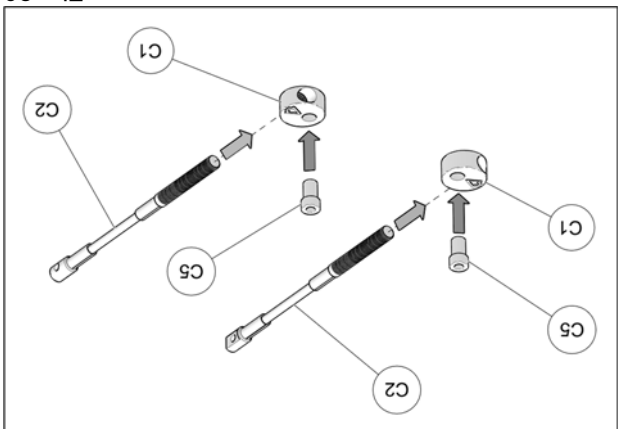

Fig. 20
8. Vérifier que le boulon du ressort (6) est serré au couple recommandé : 75 N•m [55 lb•pi]. Fig. 20
9. Assembler les câbles des limiteurs de conduite (C2), les extrémités en aluminium (C1) et les bagues espacers (C5) tel que montré à la Fig. 20